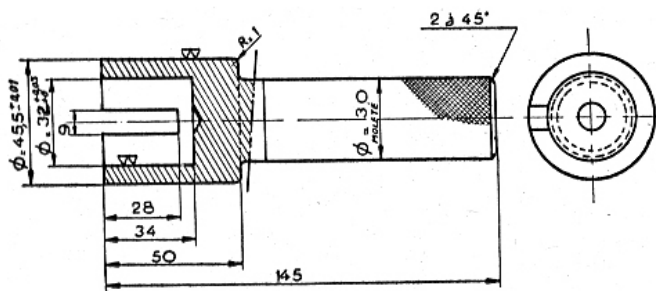

Fig. 4. — Mandrin pour centrage du couvercle de distribution
• Monter le couvercle de distribution sur un joint liège neuf et en le centrant à l'aide d'un mandrin aux cotes du dessin (fig. 4).